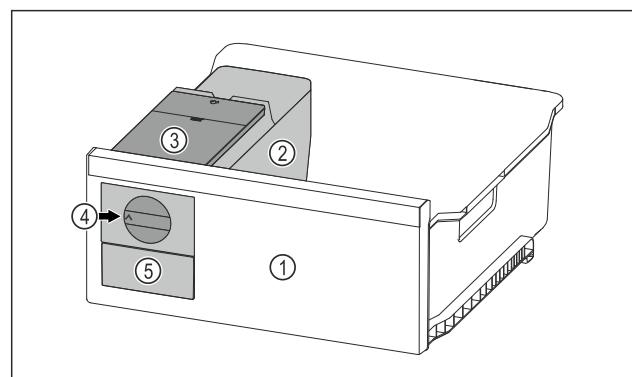

Fig. 75 Príklad zobrazenia
- Otočný gombík Fig. 75 (4) otočte v smere hodinových ručičiek až na doraz.
- Kocky ľadu vypadávajú z misky na kocky ľadu do zásuvky na kocky ľadu Fig. 75 (5).